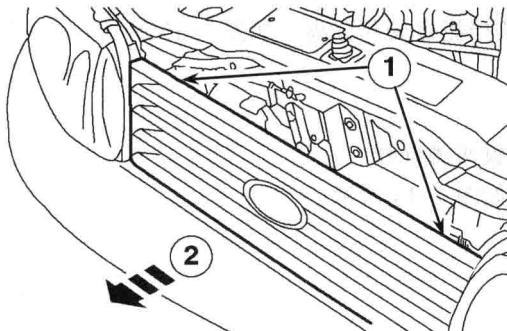

图 1-8 拆下散热器前中网
(1) 拆下散热器前中网，如图 1-8 所示。
- ① 拆开固定夹子。
- ② 拆下中网。